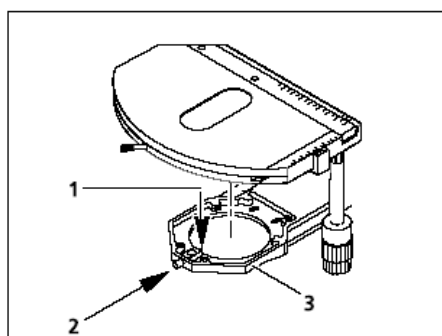

图 3-11 更换可旋转的机械载物台
- 旋转大约三圈，松开弹簧箱的螺丝帽（图 3-11/2）。
- 向前按住载物台，抵住弹簧针（图 3-11/1），取下载物台托架的后部（图 3-11/3），将其向上抬起，然后取出。
- 拧紧夹紧螺帽（图 3-11/2）。
- 将载物台燕尾环凹口插入到弹簧针上（图 3-11/1）。
- 向前按住载物台，抵住弹簧针，将其向下放回到载物台托架上（图 3-11/3）。